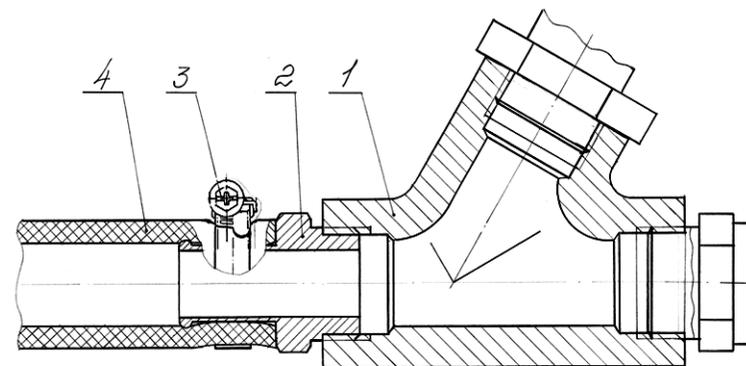

Рис.5 Узел крепления напорного рукава.
6.7.1. Закрепить рукав 4 на ниппеле 2 с помощью червячного зажима 3 в соответствии с рис.5.